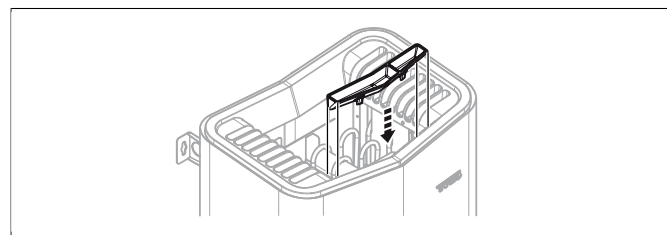

Abb. 9: Anbringen von Duftbehälter/Luftbefeuchter
7. Bringen Sie die Kräuterschale / den Luftbefeuchter an, siehe **Abb. 9**, Seite 4.